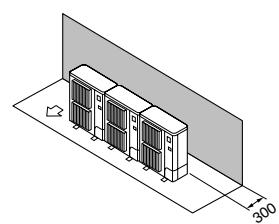

Fig. 2-8
① Alleen obstakels aan de achterzijde (Fig. 2-8)